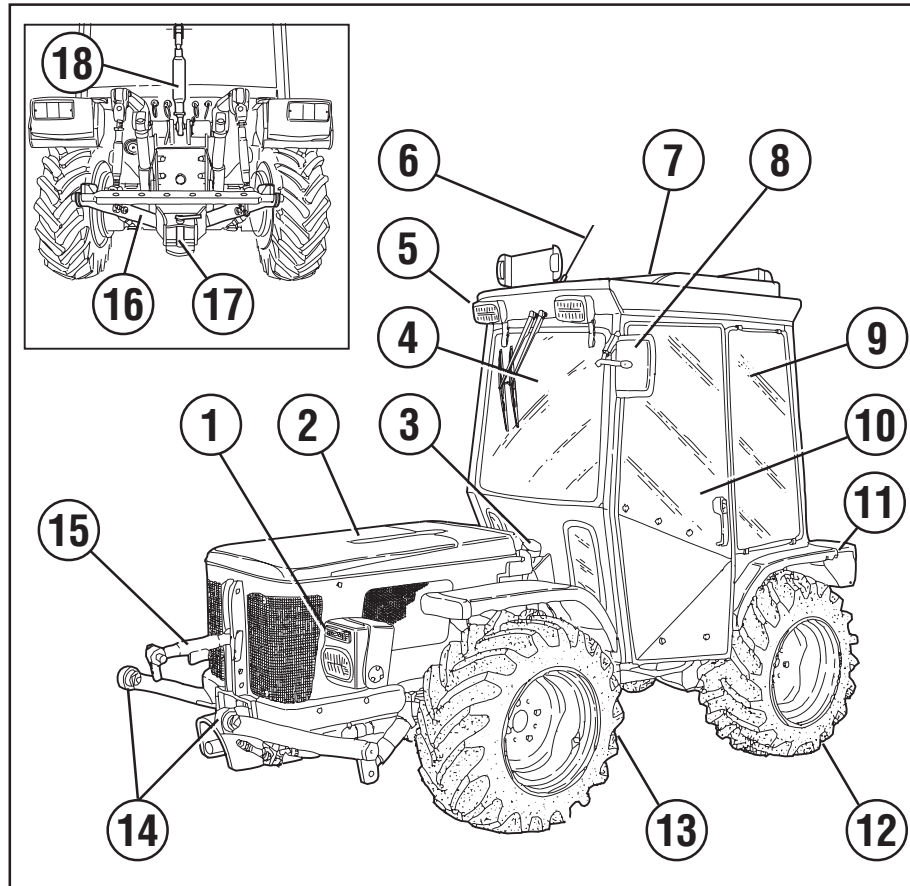

Fig. 14
5.1 BESKRIVELSE AF MASKINEN (Fig. 14)